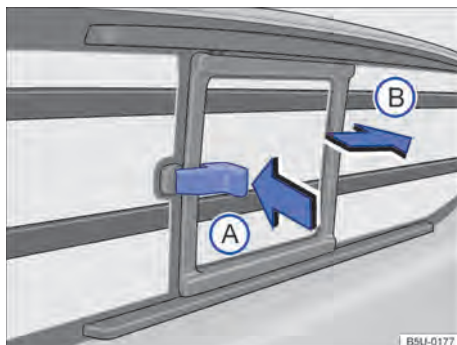

Fig. 39 No compartimento de carga: abertura do vidro correção.
Pressionar o fecho no sentido da seta ⇒ Fig. 39 (A) e ao mesmo tempo movimentar o vidro no sentido da seta (B).